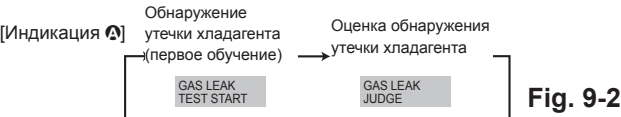

Fig. 9-2
② Нажмите кнопку **CLOCK** (↕) и выберите [GAS LEAK TEST START] (ЗАПУСК ПРОВЕРКИ УТЕЧКИ ГА3А). (Fig. 9-2)